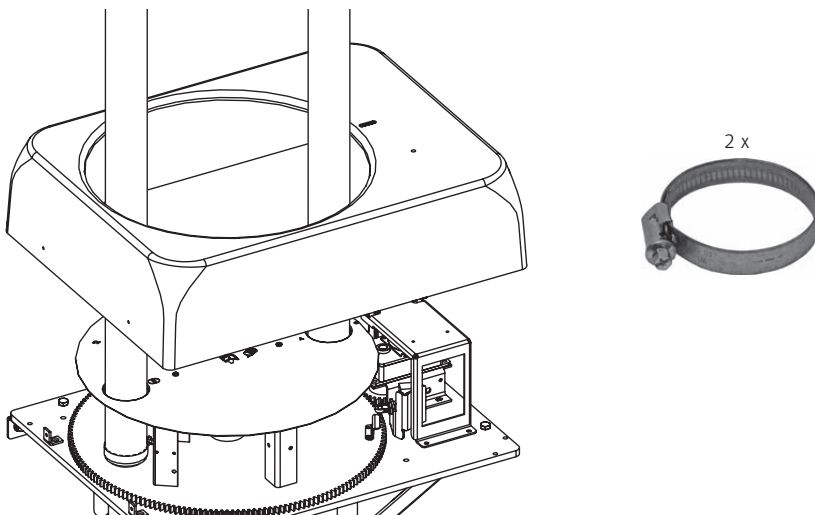

Fig. 53 Raccordement du tuyau d'arrivée et de retour d'air
- ▶ Entrer le tuyau d'arrivée et de retour d'air (A, B) par le capot de recouvrement, connecter le tuyau d'arrivée au raccord A et le tuyau de retour au raccord B de l'unité de commutation, puis les fixer avec un collier – Fig. 53.